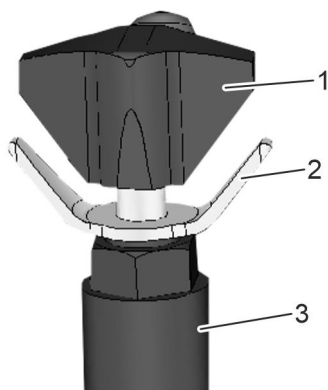

Fig. 18: Trykindstillingsventil
2. ➤ Løsn indstillingssikringen (Fig. 18/2). Drej i den forbindelse mod uret.
3. ➤ Drej drejereguleringen (Fig. 18/1) mod uret. Åbn komplet.